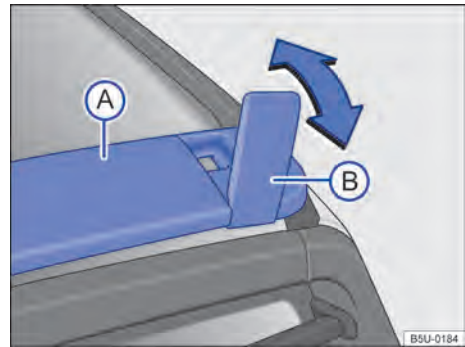

Fig. 117 En el techo: travesaño y soporte articulado.
Utilizar solo el travesaño del techo → fig. 117 (A) y los soportes articulados (B) como apoyo para fijar los objetos con mayor altura o que no puedan acomodarse totalmente sobre el piso del compartimento de carga → ⚠.